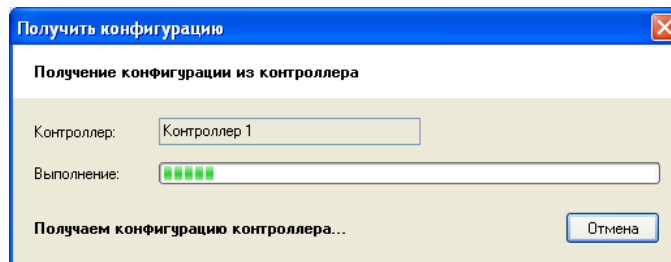

Рисунок 302
- 7) Нажмите кнопку "Выбрать", на экране отобразится процесс чтения конфигурации (см. Рисунок 302), и дождитесь окончания обмена данными с контроллером.